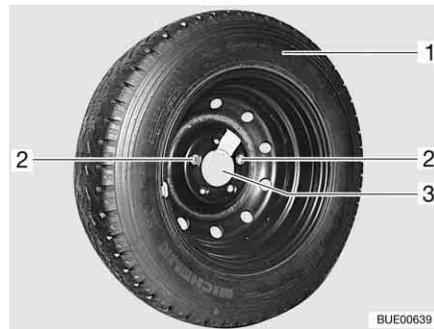

Bild 249 Reservhjulshållare i det bakre lastutrymmet
- Skruva ut och ta bort de båda fästskruvorna (Bild 249,2) med fordonsverktyget.
- Ta av reservhjulet (Bild 249,1) från hållaren (Bild 249,3).